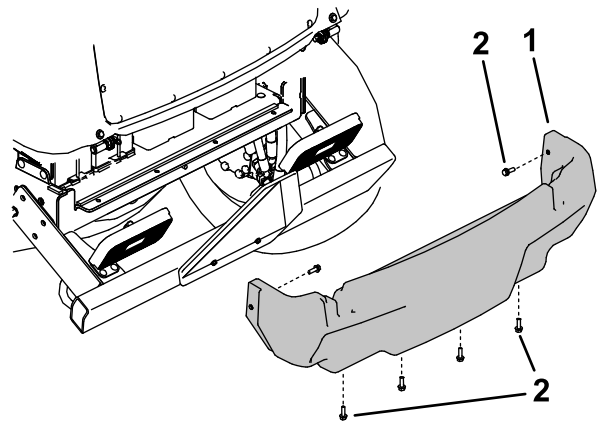

Bild 112
5. Entfernen Sie die sechs Bundkopfschrauben, mit denen die hintere Abdeckung am Rahmen befestigt ist, und nehmen Sie die hintere Abdeckung ab (Bild 112).
4. Montieren Sie die hintere Abdeckung (Bild 112).